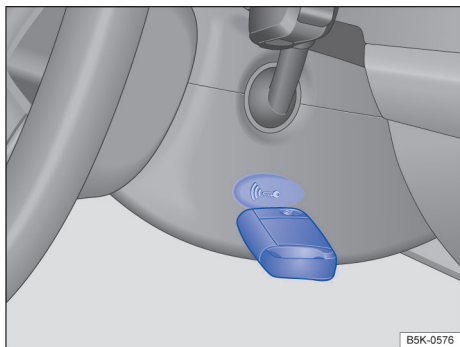

Fig. 105 À direita na coluna de direção: função de partida de emergência em veículos com sistema de travamento e de partida Keyless Access sem chave.
- Logo após pressionar o botão de partida, manter a chave do veículo à direita, no revestimento da coluna de direção → Fig. 105.